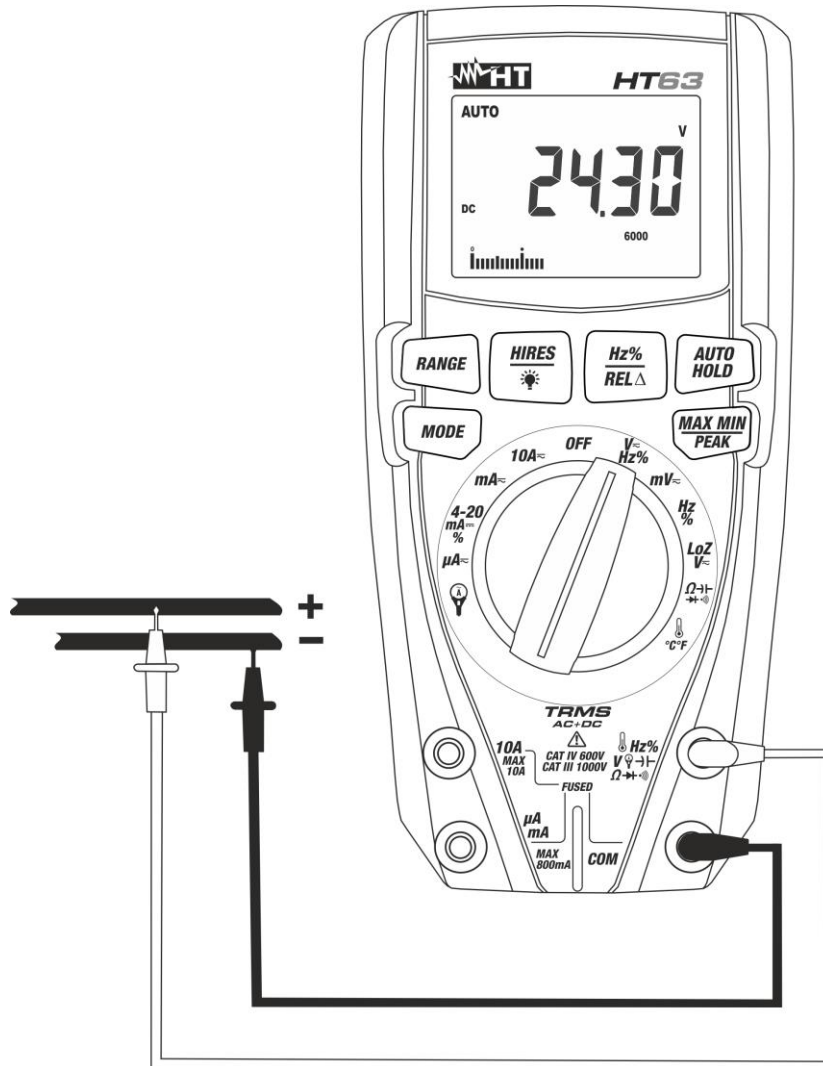

Fig. 2: Mesure de Tension DC
3. Positionner l'embout rouge et l'embout noir respectivement dans les points à potentiel positif et négatif du circuit sous test (voir la Fig. 2). La valeur de tension apparaît à l'écran
5. L'affichage du symbole « - » sur l'écran de l'instrument indique que la tension a une direction opposée par rapport à la connexion de Fig. 2.
4. Positionner l'embout rouge et l'embout noir sur les points désirés du circuit sous test (voir Fig. 4) pour mesure de tension AC ou respectivement dans les points à potentiel positif et négatif du circuit sous test (voir la Fig. 2) pou mesure de tension DC. La valeur de tension apparaît à l'écran
6. L'affichage du symbole "-" sur l'écran de l'instrument indique que la tension a une direction opposée par rapport à la connexion de la Fig. 2